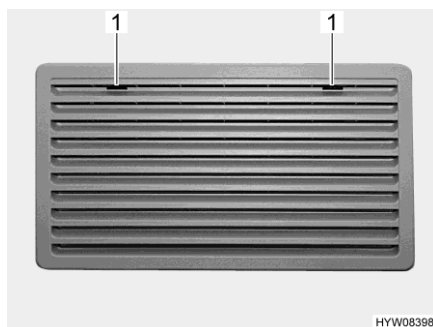
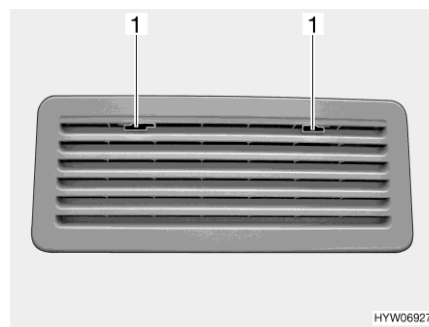

Fig. 146 Grille d'aération du réfrigérateur (Thetford, grande)
Fig. 147 Grille d'aération du réfrigérateur (Thetford, petit)
- Pousser le dispositif de blocage (Fig. 146,1 ou Fig. 147,1) vers le milieu.